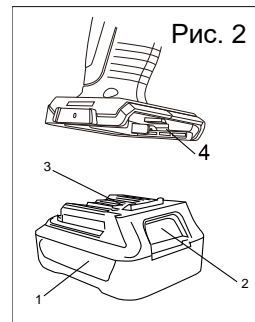

Рис. 2
Нажмите кнопку для отделения аккумуляторного блока (1) и вытащите блок (2). (Рис. 2)
Вставьте аккумуляторный блок (1) до фиксации (Рис. 2).